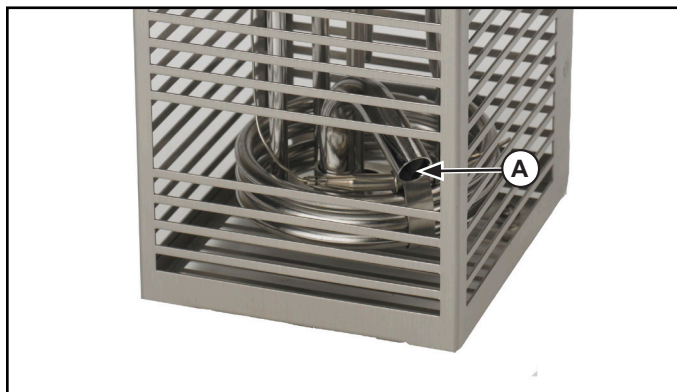

Figure 5. Sortie de la pompe à eau.
4. Surveillez le niveau d'eau en ajoutant, enlevant et chauffant le produit alimentaire. Il doit se situer entre 1 et 2 po (25 et 50 mm) du haut du bain ou de la cuve. Ne laissez jamais le niveau d'eau chuter en dessous de la sortie de la pompe à eau (A) en cours de fonctionnement (Figure 5).